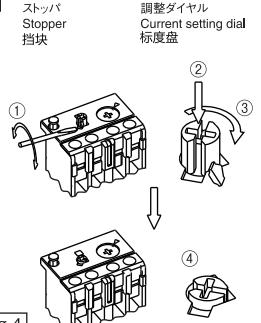

Fig.4
- (5) 手動リセットから自動リセットに切換える時は、①細いマイナスドライバなどを表示バーの溝に入れ、②ストッパーを削除してください。③リセット棒を押しながら、④時計方向に止まるまで回して、⑤のように保持されることを確認してください。(Fig.4)
- (6) 自動リセット状態で二線式の回路の場合、サーマルリレーが自動リセットするとモータが自動的に再起動しますのでご注意ください。
- (5) To change over from manual reset mode to automatic reset mode, break off the stopper of the indication cover. Turn the reset button to the right while pushing. (Fig.4)